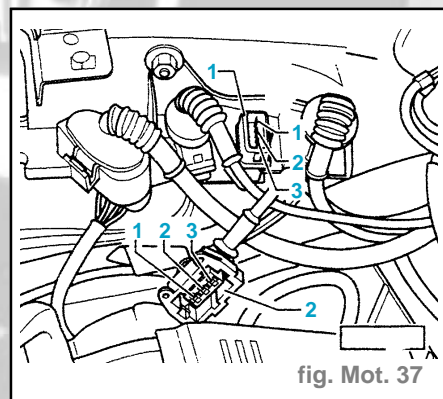

fig. Mot. 37
- Mesurer la résistance du transmetteur entre les contacts **1 + 2** de la fiche (fig. Mot. 37). Valeur assignée : **480 à 1000**.